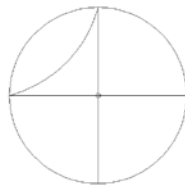

图 15.145 绘制圆弧
(3) 执行圆弧命令, 以直径与圆上边交点为起点, 以直径与圆的下边交点为终点绘制圆弧, 如图 15.145 所示。